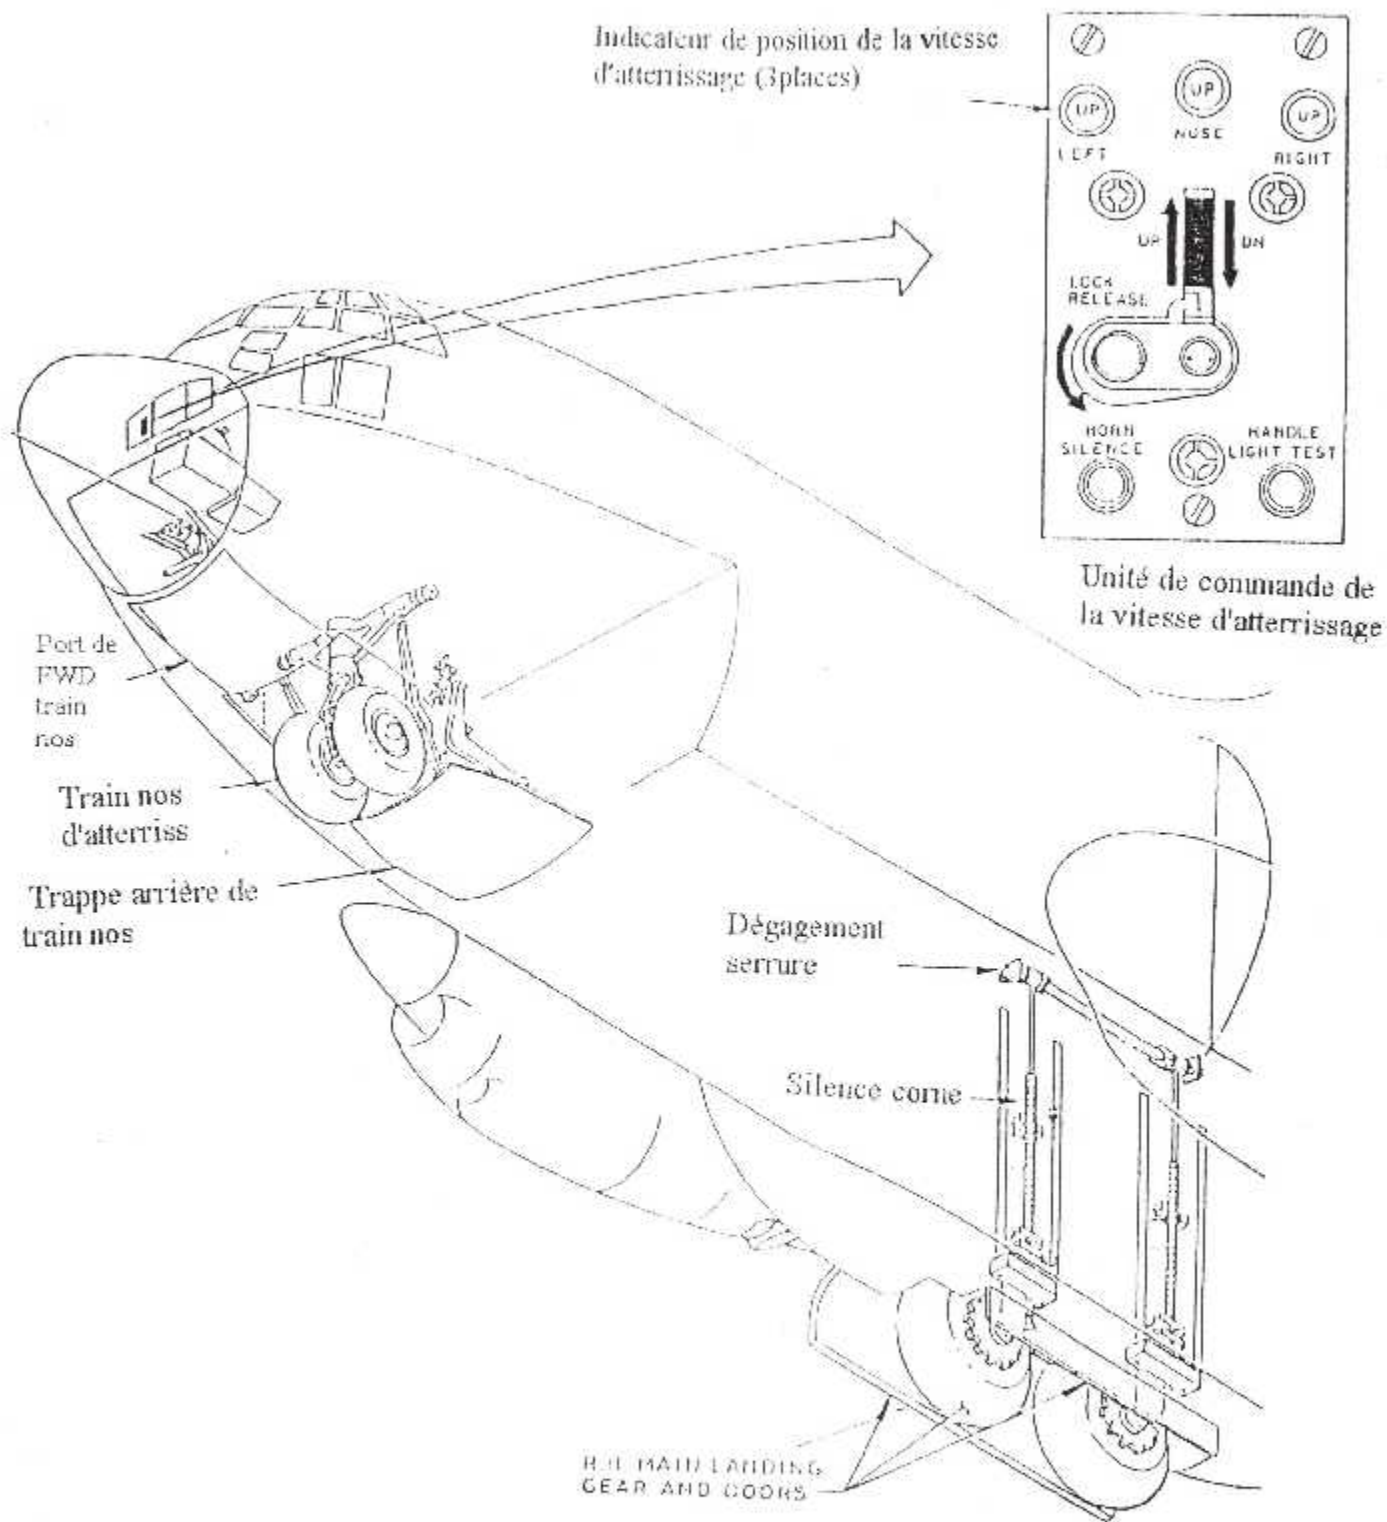

Figure : 04
**II-2. SYSTEME DE COMMANDE NORMALE :(figure 04)**